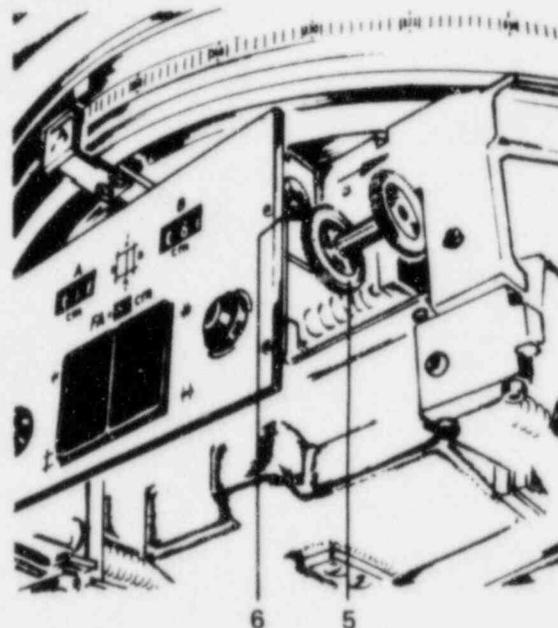

Fig. 12
Mit kleinem Zahnrad (6) die Verstellung am Zählwerk vornehmen (siehe Fig. 12).
Adjust the counter with the pinion (6) (see fig. 12).